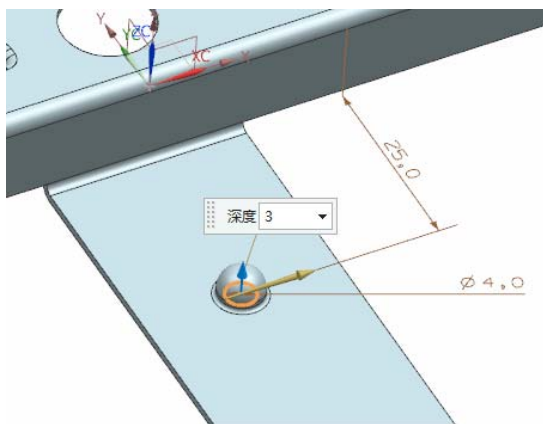

图 4-157 预览所创建的凹坑特征
(4) 单击“完成”  图标, 草图绘制完毕, 视图区预览显示如图 4-157 所示的钣金件。